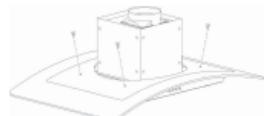

Imagen 6
- Ajuste os 4 parafusos de vidro para comprovar se o vidro e o corpo do exaustor de cozinha estão ligados e fixados correctamente, ver *Imagen 6*.